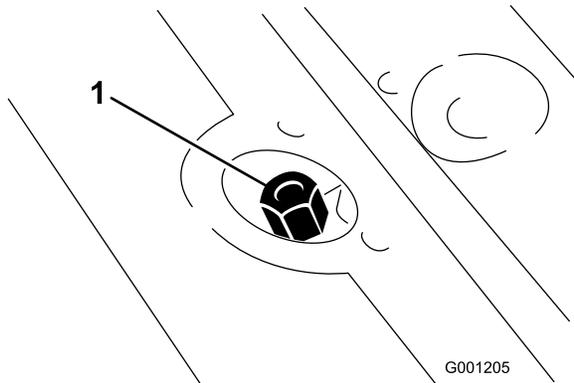

図 24
2. 補給口の首からディップスティック・キャップ(図 24)を抜き、ウェスできれいに拭う。ディップスティックをもう一度首まで差し込んで軽く締めてから抜き取り、オイルの量を点検する。ディップスティックについている溝マークから13 mm 以内になれば、使用しているものと同じオイルを適正量まで補給する。入れすぎないこと。